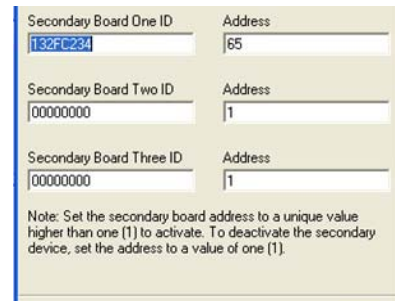
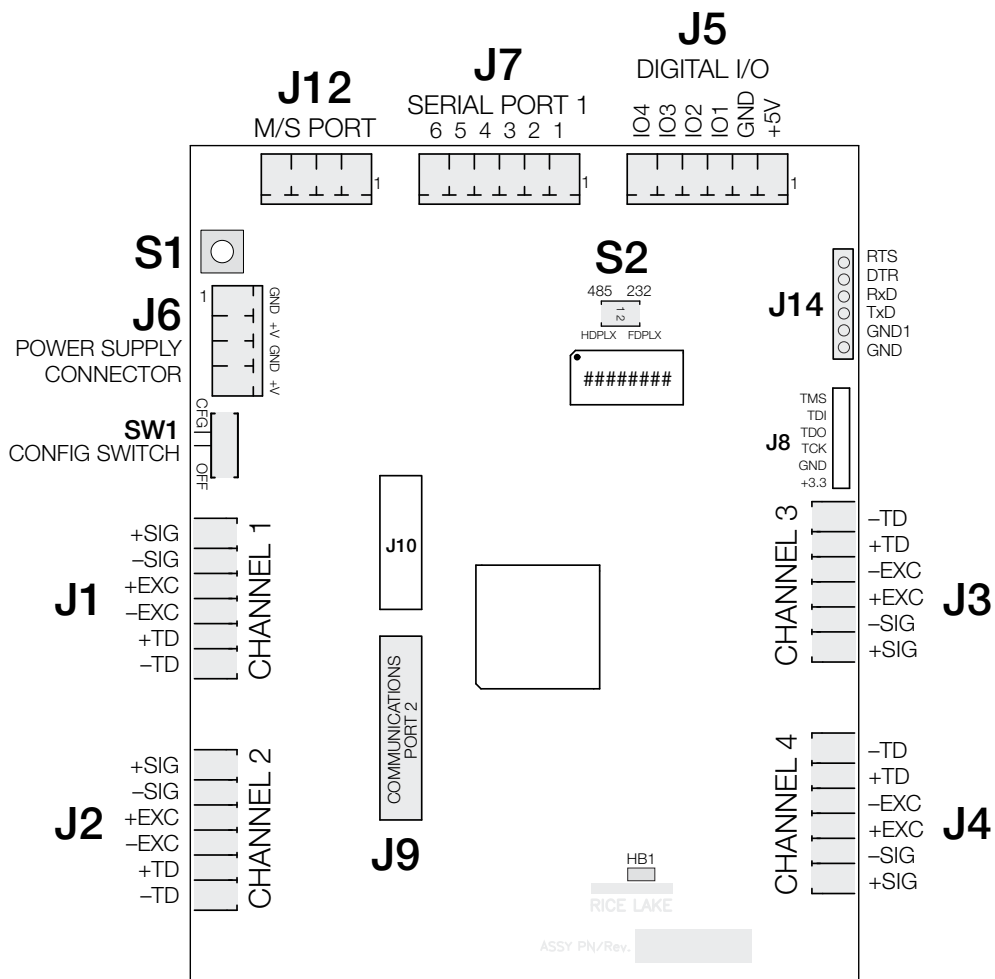

Figura 10. circuitos Secundario de Comunicaciones
Figura 12. Circuitos CPU del iQube2
3. Asegúrese que los *dip switches* S2 en el circuitos CPU del iQUBE2 se encuentran asignados a 485 (Ambos, 1,2 en OFF). Vea la ilustración en la Figura 12 de la página 4 del circuitos CPU del iQUBE2 la localización del *dip switch* S2.
circuitos secundario (ver Figura 12, página 4). En la caja de texto *Address*, ingrese un número mayor de 1. Se recomienda iniciar en 65 la numeración del circuitos secundario (ver Figura 10).